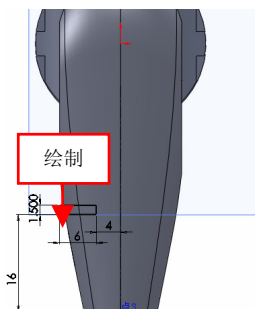

图 15-53 绘制草图对象
(7) 单击【旋转切除】按钮, 选取基准面 4 对象, 进入草图绘制环境, 单击相应的按钮, 绘制草图对象, 如图 15-53 所示。